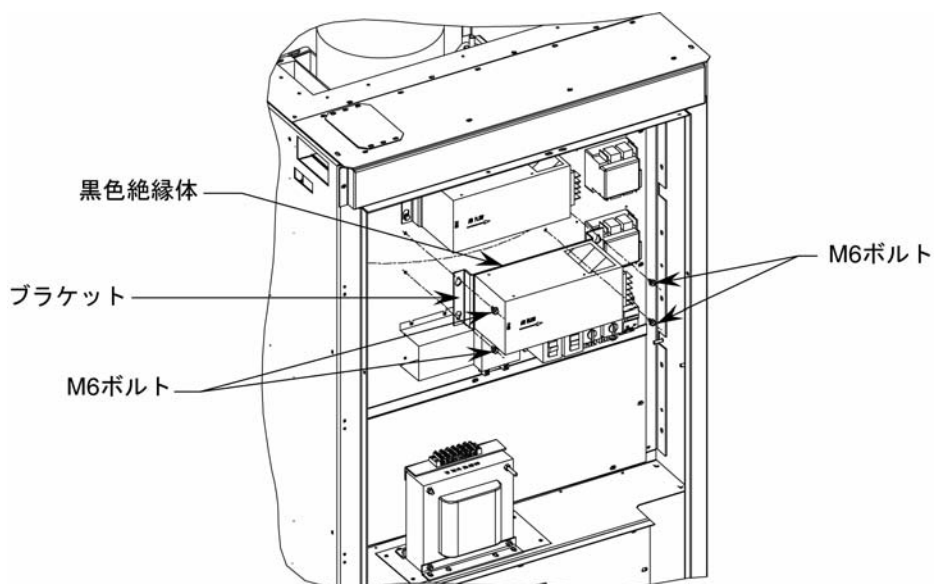

図 5.55 低圧制御部パネル上のパイオニア AC/DC 電源の交換
3. 図 5.55に示す 2 本のM6 ボルトを取り外します。
7. ステップ 1～5 を逆の順序で実行し、ユニットを交換します(図 5.55を参照してください)。